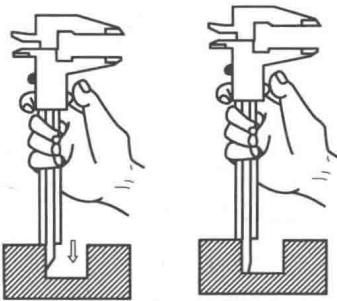

图 1-17 测量深度尺寸的方法之一
5) 在测量工件的深度尺寸时,应先将尺身的下端面靠紧被测工件的上表面,然后用拇指拨动深度尺,使其端部轻轻接触到被测表面,读出数值,如图 1-17 所示。